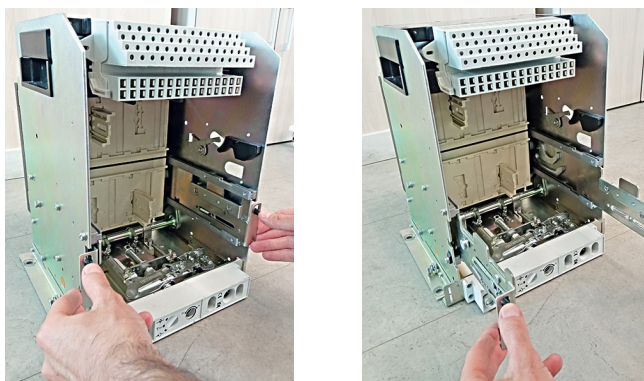

Рисунок 20
4.8.1.1 Нажмите одновременно на боковые кнопки фиксаторы и потяните на себя металлические направляющие (рисунок 20).